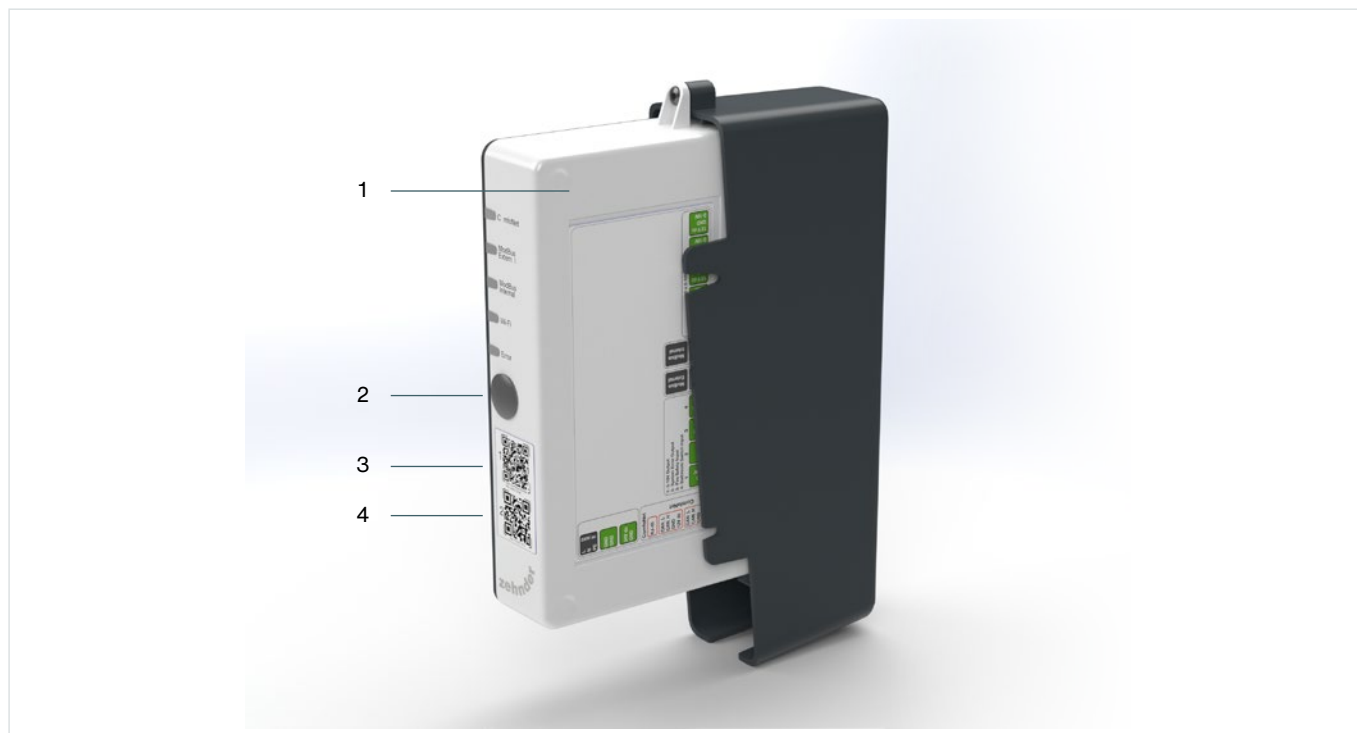

Fig. 6.1 - Attivazione del Wi-Fi sul CM
1. Premere il pulsante del Wi-Fi (Fig. 6.1, pos. 2).
2. Scansionare il primo QR code (1) con un dispositivo mobile (non raffigurato). In tal modo si consegue la connessione alla rete giusta, dove è elaborata anche la password. Se si utilizza un portatile, si può utilizzare il testo riportato sotto i QR code. Il nome Wi-Fi-SSID ha la forma di CVA e la password è sotto il primo QR Code.
3. Scansionare il secondo QR code (2) per andare all'URL corretto <http://172.30.135.1/> per il server web incorporato (CM-EW). Il nome utente (username) è admin e la password è 4210 (solo queste quattro cifre).